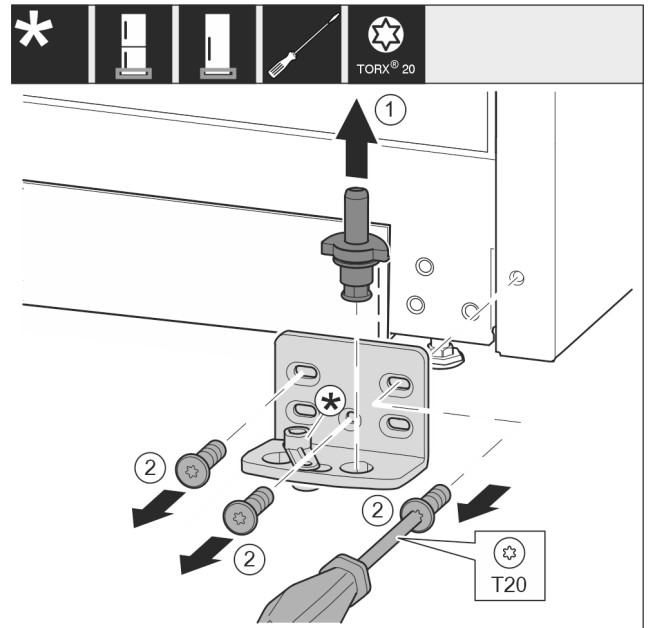

Fig. 14
- ▶ Повністю витягніть опорний гвинт Fig. 14 (1) рухом вгору.
- ▶ Викрутіть гвинти Fig. 14 (2) за допомогою викрутки та зніміть опорний кронштейн.